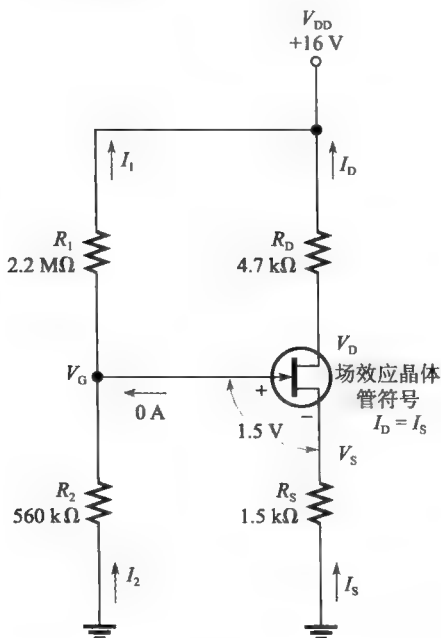

图 6-100
54. 图 6-100 显示了场效应晶体管放大器的直流偏置结构, 偏置是一种常见的保障放大器正常工作的方法, 通过偏置为放大器设置一定的直流电压。虽然目前我们还不熟悉晶体管放大器, 但是, 用已经学过的方法也可以确定电路中的直流电压和电流。
55. 对于图 6-100 所示的电路, 如果 R_1 开路, 试问 V_G 为多大?
56. 对于图 6-100 所示的电路, 如果将 R_1 和 R_2 位置互换, 试问 V_0 为多大?